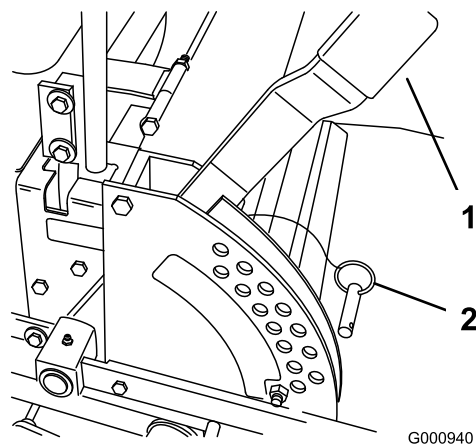

Figure 17
1. Relevez le levier de sélection de hauteur de coupe en position de transport (qui correspond aussi à la hauteur de coupe de 127 mm) (Figure 17).
2. Pour changer de hauteur de coupe, retirez l'axe de chape du support de hauteur de coupe (Figure 17).
3. Placez l'axe de chape dans le trou du support correspondant à la hauteur de coupe voulue (Figure 17).